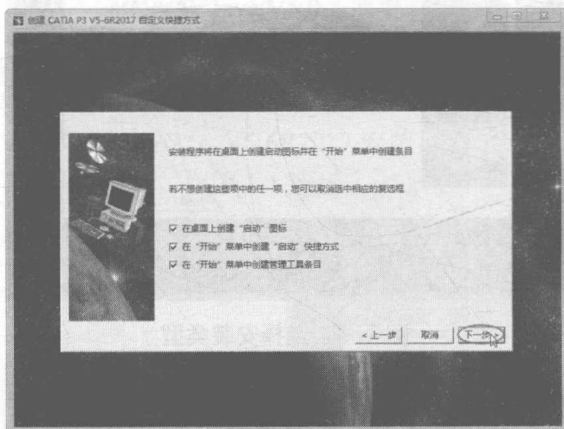

图 1-10 选择快捷方式
- 09 单击【下一步】按钮，选择快捷方式，如图 1-10 所示。